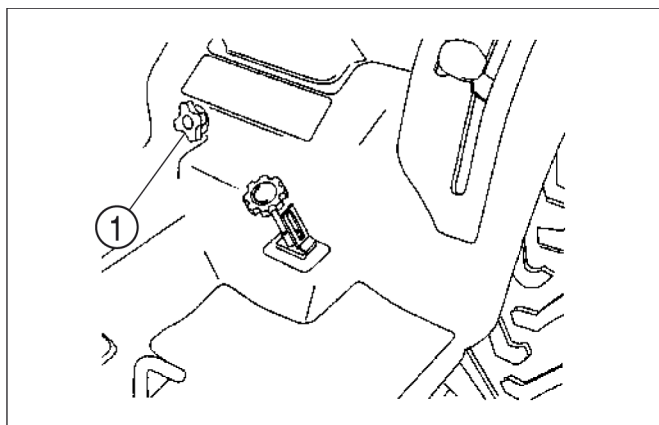

FIG. 44
**Abb. 44:** Absenkgeschwindigkeit – Der Knopf (1) steuert die "Absenkgeschwindigkeit" der Dreipunktvorrichtung und des Anbaugeräts. Ein Drehen des Knopfs im Uhrzeigersinn senkt die Absenkgeschwindigkeit, ein Drehen des Knopfes entgegen dem Uhrzeigersinn steigert sie. Wird der Knopf bis zum Einrasten im Uhrzeigersinn gedreht, wird das Anbaugerät in gehobener Position festgestellt.